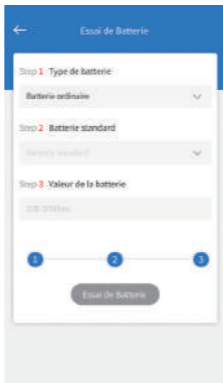

Figure 4.1.4
- Saisissez la valeur de la capacité de la batterie et appuyez sur Test de batterie pour lancer le test (voir figure 4.1.4).